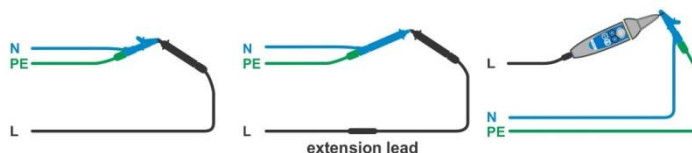

Figura 7.30: Puntas de prueba en cortocircuito
- › Conecte la punta de prueba al dispositivo y cortocircuite las puntas una con la otra (vea la **Figura 7.30**).